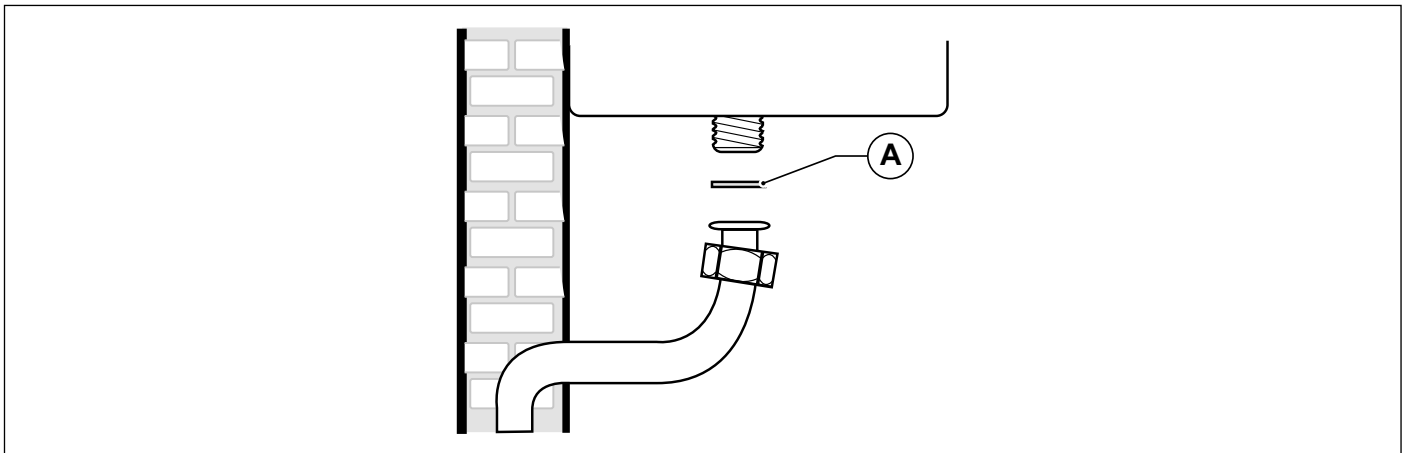

Fig. 19 Allacciamento alla rete del gas
E' **OBBLIGATORIO**, per collegare l'attacco gas della caldaia alla tubazione di alimentazione, interporre una guarnizione (A) a battuta di misure e materiali adeguati (vedi Fig. 19 Allacciamento alla rete del gas).